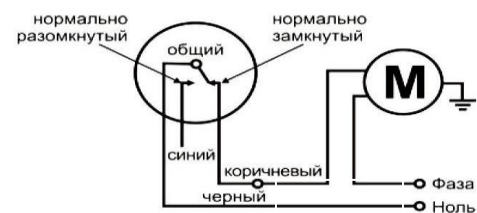

Рис. 2
3.3. Подключение (Откачивание из емкости) (рис. 2)